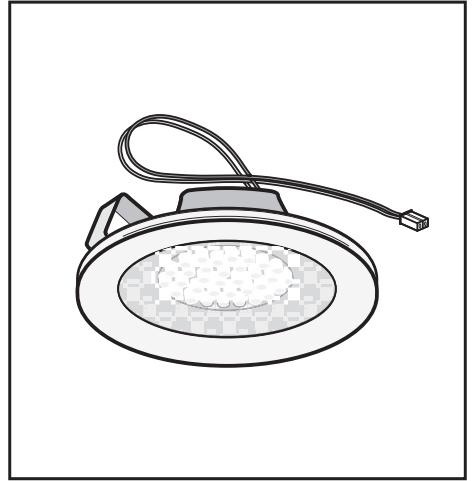

Fig.11B
• **Sostituzione delle lampade LED (Fig.11B):**